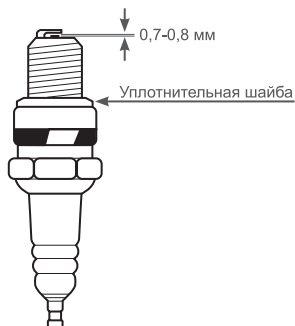

Рис.12 Зазор свечи зажигания
4. Измерьте зазор между электродами свечи зажигания специальным щупом. Зазор должен быть 0,7-0,8мм (Рис. 12). При увеличении, или уменьшении требуемого зазора, рекомендуется заменить свечу, так как регулировка зазора может привести к изменению качества искрообразования.